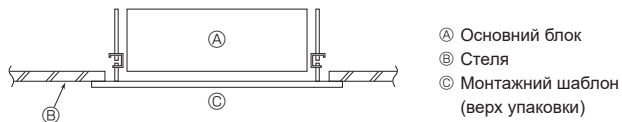

Fig. 3-8
3.7. Підтвердження положення основного блока та затягування підвісних болтів (Fig. 3-8)